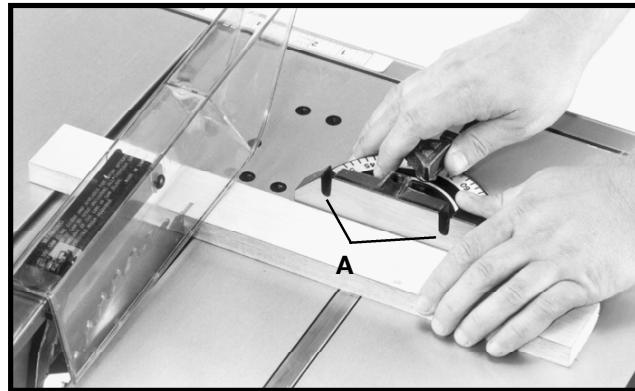

Fig. 45
Le tronçonnage nécessite l'utilisation du guide d'onglet pour positionner et guider l'ouvrage. Placer la pièce contre le guide d'onglet et pousser le guide et la pièce en direction de la lame de la scie comme indiqué à la fig. 45. Le guide d'onglet peut servir dans l'une ou l'autre rainure de la table. Pour une coupe en biseau (lame inclinée), utiliser la rainure de la table qui ne crée pas l'interférence entre la main ou le guide d'onglet et le protège-lame de la scie.
Pour une sécurité accrue et plus de commodité, ajouter au guide d'onglet un parement auxiliaire en bois Fixer le parement en bois à l'avant du guide d'onglet en insérant deux vis à bois dans les trous (A) fig. 45, à cet effet sur le corps du guide d'onglet et dans le parement en bois.